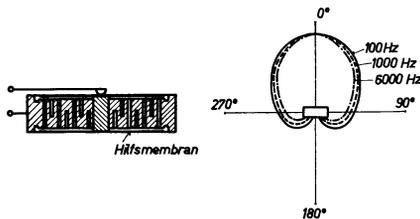

Fig. 12.09. Kondensatormikrofon mit Nierencharakteristik.
c) **Kombinierte Druck- und Geschwindigkeitsempfänger:** Durch Zusammensetzung von Mikrofonsystemen mit Kugel- und Achtercharakteristik erhält man Schallempfänger mit einseitiger Empfindlichkeit. Die Frequenzabhängigkeit von der Einfallsrichtung des Schalles ist sehr klein. Es ergibt sich die sog. **Nierencharakteristik**. Fig. 12.09 zeigt ein Kondensatormikrofon mit Nierencharakteristik. Die durchbohrte Gegenelektrode trägt auf beiden Seiten eine Membrane, von denen jedoch nur eine elektrisch wirksam ist. Die größte Spannung ergibt sich, wenn an der angeschlossenen Membran der Druck und der Druckgradient in Phase sind, d.h. wenn der Schall das Mikrofon auf dessen Vorderseite trifft. Im entgegengesetzten Fall tritt ein Minimum der Empfindlichkeit auf.